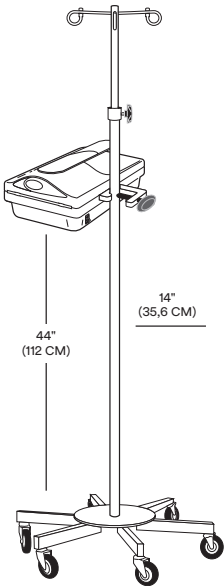

Figura 3
1. Atașați unitatea de încălzire a sângelui/fluidului Ranger la suportul pentru perfuzie I.V. Strângeți bine clema suportului de perfuzie (a se vedea Figura 3).